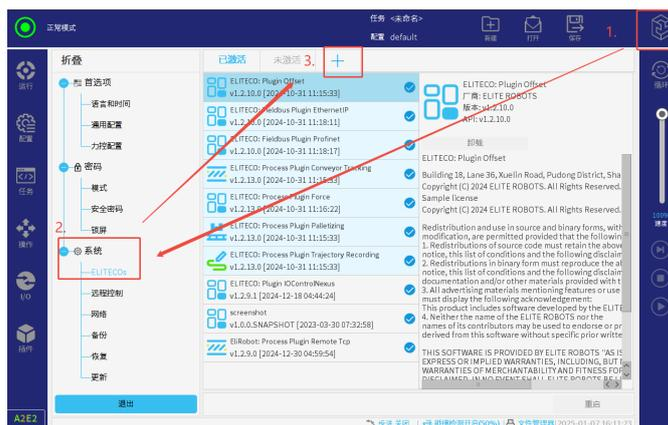

图 3-6: 插件激活界面
- 点击“系统 > Elitecos”，进入插件激活界面，如图 3-6所示。随后点击“+”图标。